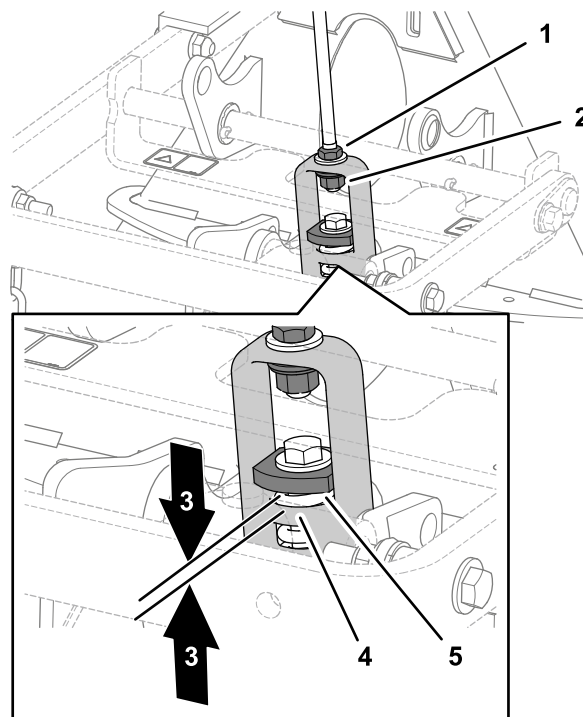

Figura 11
- Cu grebla montată i fixată la unitatea de traciune, măsurai distana dintre aiba superioară i distanțierul din ansamblul articulației de pe adaptorul dispozitivului de ataare, aa cum se arată în Figura 11.